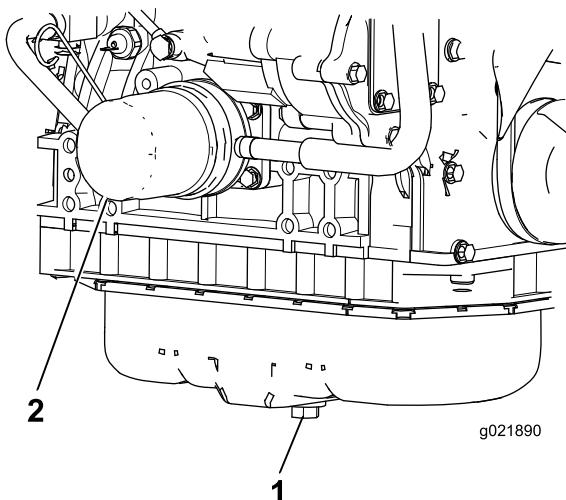

Figura 56
1. Retire el tapón de vaciado del aceite de motor (Figura 56) y deje fluir el aceite a un recipiente apropiado. Una vez que se haya vaciado todo el aceite, coloque el tapón de vaciado.
2. Retire el filtro de aceite (**Figura 56**). Aplique una capa ligera de aceite limpio al filtro nuevo antes de enroscarlo. **No apriete demasiado.**